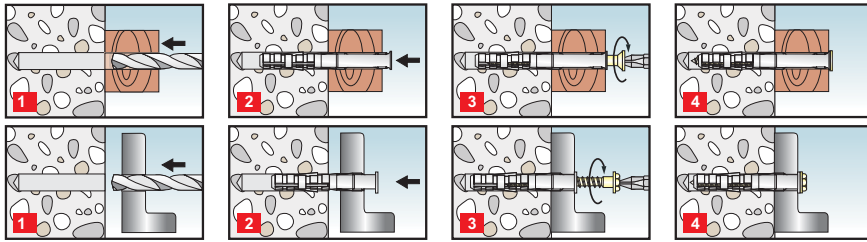

Рис. 3. Схема монтажа рамных дюбелей.
1. Рамный дюбель применяется только в случаях сквозного распорного крепления, то есть закрепляемая конструкция (деталь) не должна находиться в промежутке между головкой полимерной гильзы и головкой шурупа (гильза должна проходить насквозь через закрепляемую деталь). Последовательность действий при таком способе монтажа представлена на рис. 3.